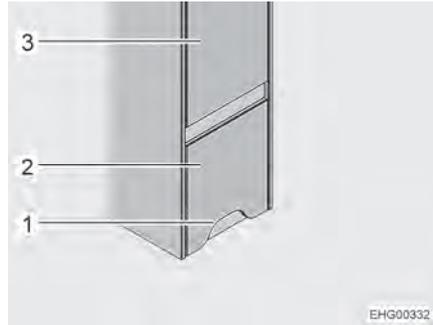
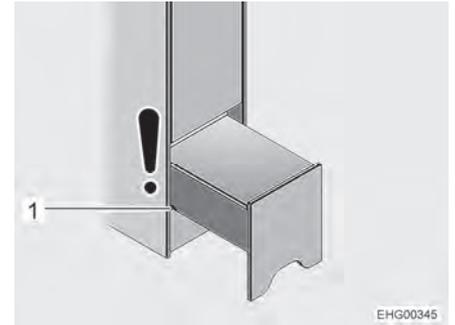

Fig. 81 Dispositivo de ascenso (cerrado)
Fig. 82 Dispositivo de ascenso (posición de noche)
El dispositivo de ascenso está instalado en el lado derecho del vehículo, debajo del armario ropero (Fig. 81,3) delante de la cama trasera.
▷ La puerta del cuarto de aseo se encuentra del lado opuesto del dispositivo de ascenso. Mientras que el dispositivo de ascenso sólo esté extraído parcialmente ("posición de noche", véase Fig. 82), todavía será posible abrir la puerta del cuarto de aseo. Si el dispositivo de ascenso está completamente extraído, para obtener acceso al compartimento de almacenamiento, ya no se podrá abrir completamente la puerta del cuarto de aseo.
■ Agarrar el dispositivo de ascenso (Fig. 81,2) por el recorte (Fig. 81,1), levantarlo ligeramente y extraerlo hasta la primera ranura (Fig. 82,1) (posición de noche).